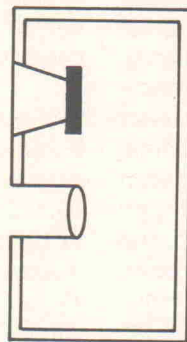

Bild 13. Einseitig bündiges Rohr als Reflaxtunnel.
2. ein Rohr oder Tunnel, einseitig bündig (Bild 13)